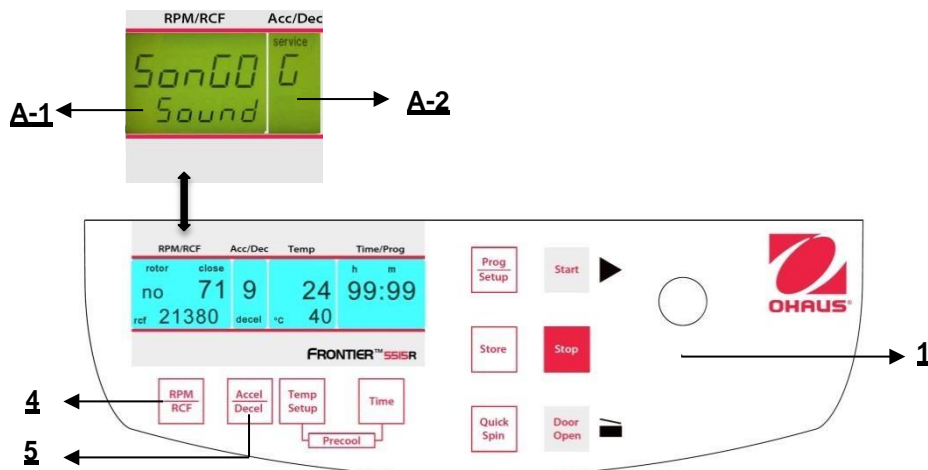

Abbildung. 35
Fahren Sie fort wie unter Punkt 4.1.2 beschrieben, um in den Programmmodus einzutreten und drücken Sie dann die Taste "**Accel/Decel**" (5). Auf der Anzeige blinkt "**Acc/Dec**" (A-2) das Wort "**Service**". Wählen Sie nun den Buchstaben "**G**" mit Hilfe des Anpassungsknopfes (1). Als Ergebnis erscheinen auf der Anzeige "**RPM/RCF**" (A-1) die Worte "**SonGo/Sound**". **Nach dem Drücken der Taste "RPM/RCF" (4) können Sie mit Hilfe des Anpassungsknopfes (1) ein Lied auswählen.** (Siehe Abbildung 35).